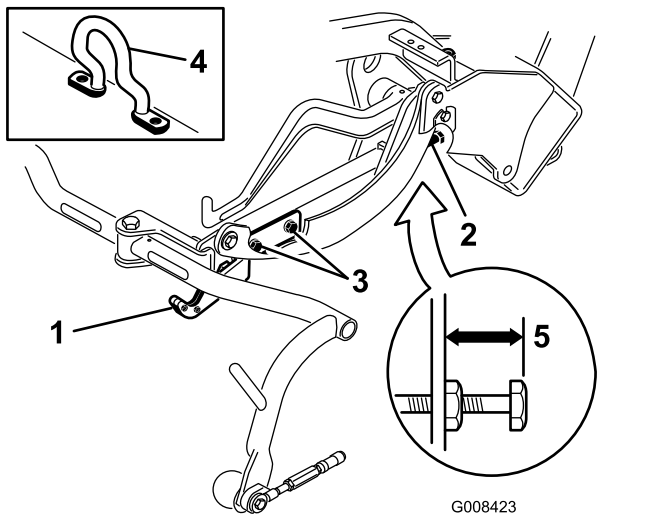
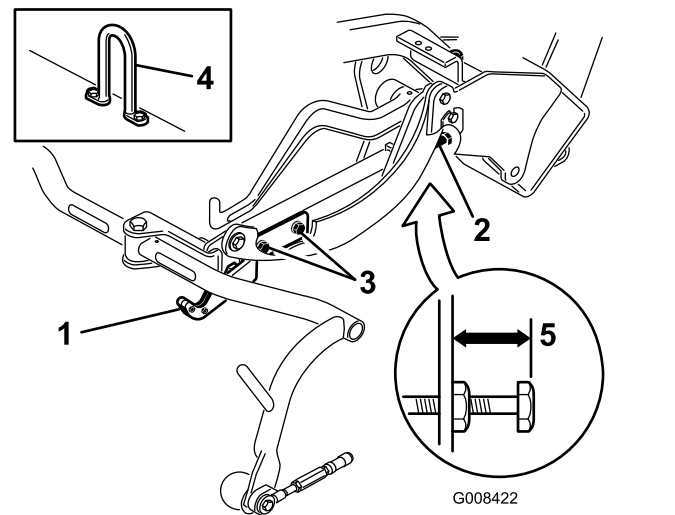
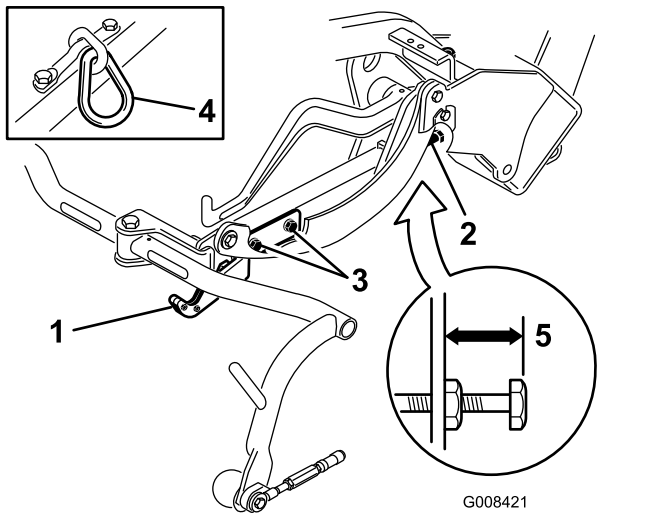

图 10
图 12
图 11
检查行驶高度 图 11 和 图 12 必要时进行调节。
2. 在配备偏置吊钩的滚刀组 图 10 插页上确认从承载架调节螺丝的顶部到承载架背面的距离是否为 25mm。如果距离不是 25mm 请转至步骤 4。
3. 在配备链节或垂直吊钩的滚刀组图 11和图 12 插页上确认从承载架调节螺丝的顶部到承载架背面的距离是否为 22mm。如果距离不是 22mm 请转至步骤 4。如果滚刀组配备了偏置提升杆图 10 请转至下一步。
4. 拧松行走板安装螺丝图 11、图 12 和图 10。
7. 如果承载架高度不同请拧松承载架调节螺丝上的锁紧螺母图 10、图 11 和图 12。向外旋转螺丝可升起向内旋转可放低。达到适当高度后拧紧锁紧螺母。